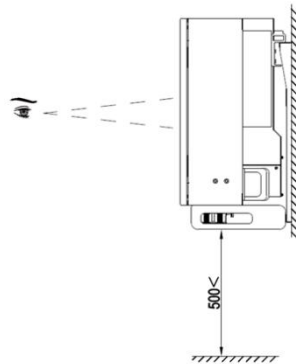

Fig 4.3 Area ottimale per l'altezza di installazione
(2) Lo spazio riservato intorno al luogo di installazione deve essere sufficiente per facilitare lo smontaggio e il montaggio dell'inverter e la convezione dell'aria. Come mostrato nella Fig. 4.3.